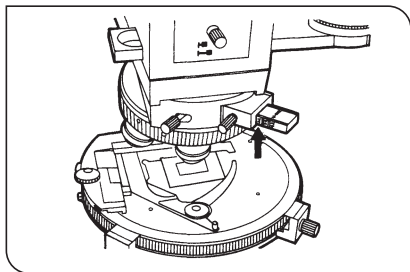

Fig. 4
2. Noter à présent la valeur indiquée sur le côté du compensateur U-CWE2, visible sur le bord de l'adaptateur. La valeur indique la plage approximative du retard au point de mesure. (Position indiquée par la flèche à la Fig. 4)